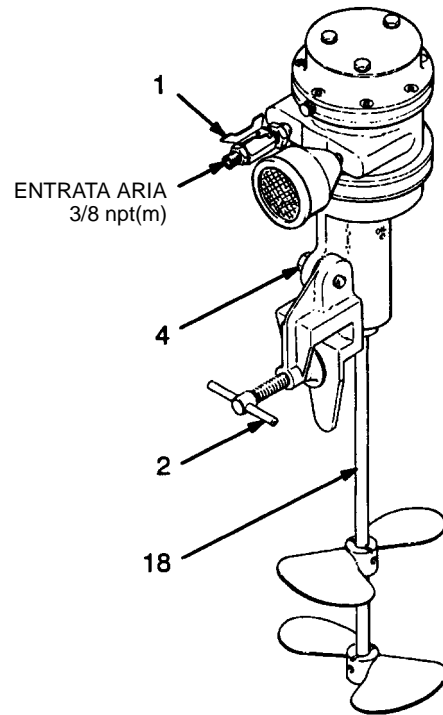

Fig. 1
Montare l'agitatore sul bordo del fusto o del serbatoio e serrarlo a fondo mediante il morsetto (2). Ved. Fig. 1. Per regolare l'angolazione dell'agitatore all'interno del fusto, allentare la vite della staffa (4). Regolare l'angolazione dell'agitatore, quindi serrare a fondo la vite.